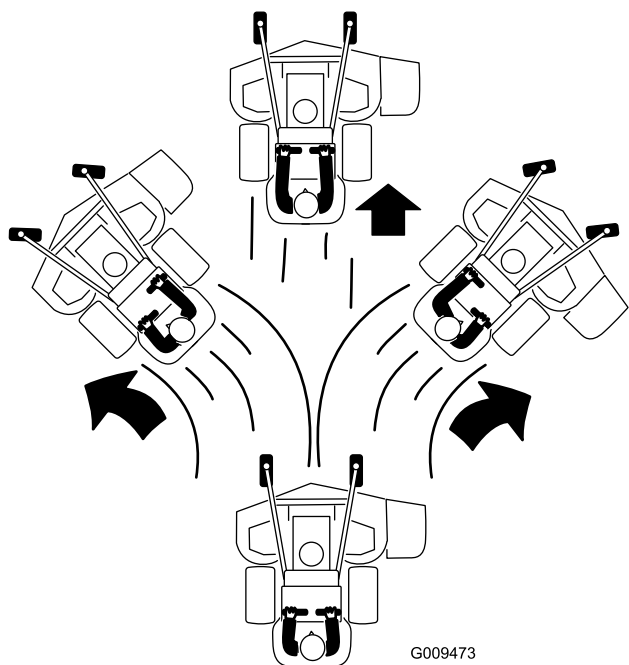

Figure 21
4. Poussez les leviers de commande de déplacement lentement en avant (Figure 21).